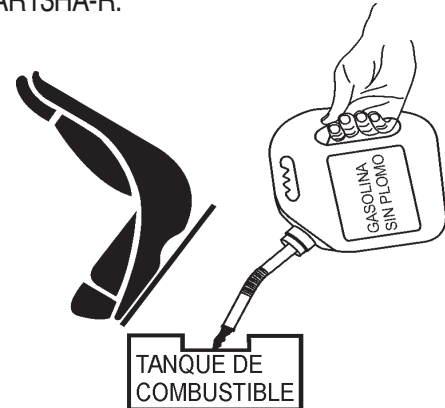

Figura 12. Abasteciendo combustible
5. Ponga atención a la capacidad del tanque de combustible cuando reabastezca (Figura 12). Consulte la capacidad del tanque listado en la página 13, Tabla 1 Especificaciones del rodillo AR13HA-R.